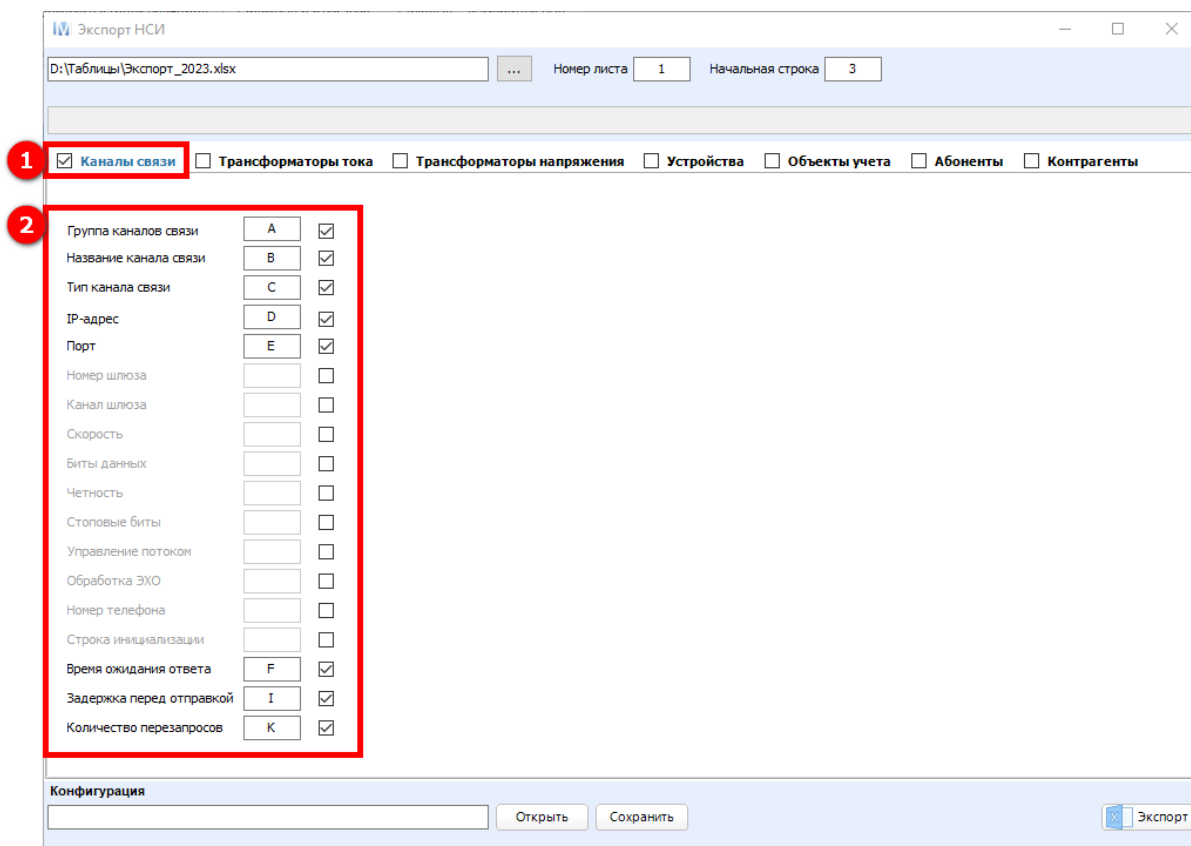

Рисунок 333 – Экспорт данных канала связи и его параметров
Выбор вкладки **Каналы связи** (1) (см. рисунок 333) позволяет экспортировать канал связи и его параметры в Excel-файл. Для этого необходимо поставить соответствующие отметки и указать буквенное (цифровое) обозначение соответствующих столбцов Excel-